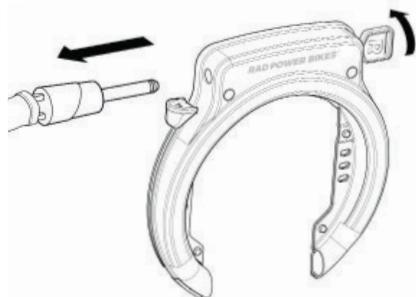

Figure 14 : Retirez la chaîne de sécurité
- c. Ensuite, tournez à nouveau la clé dans le sens des iaguiilles d'une montre tout en retirant la chaîne de sécurité de la serrure (Figure 14).